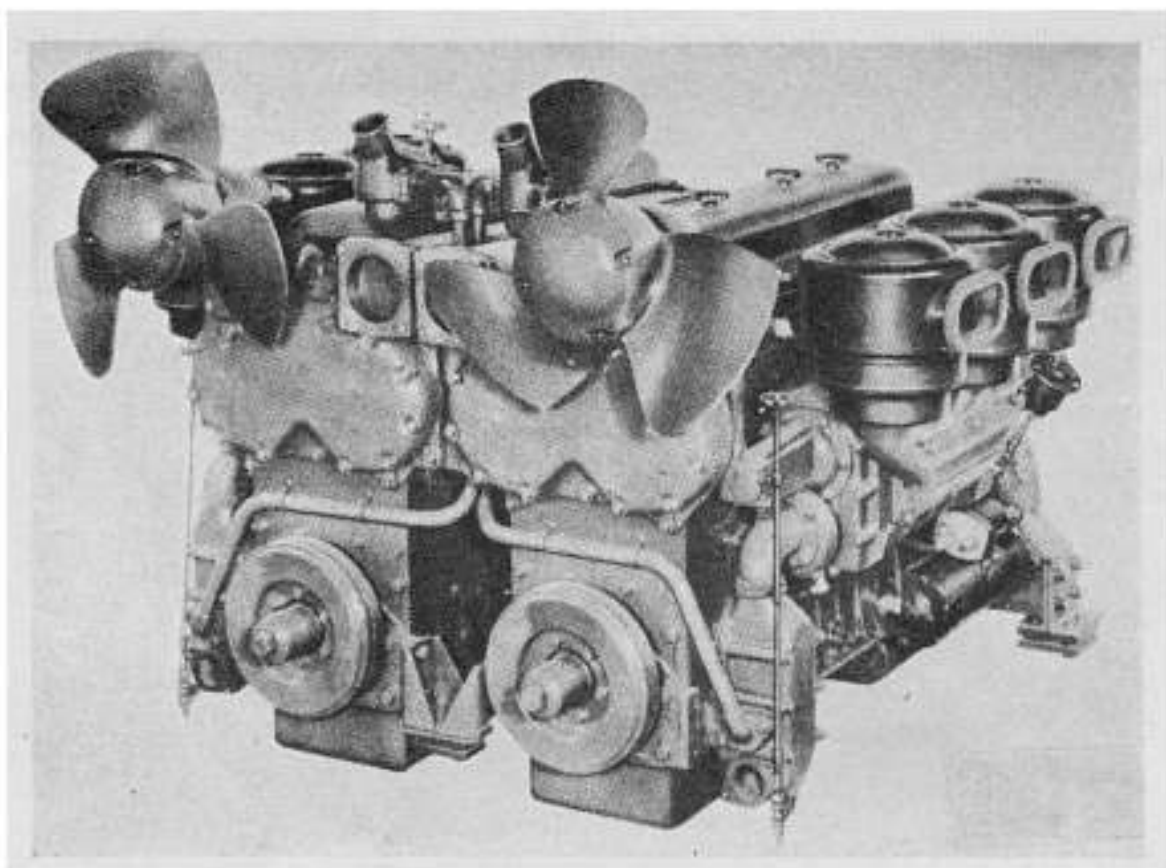

FIGURE 1. Groupe moteur, vu de trois-quarts à l'arrière.
5. **Désignation du modèle (fig. 1 à 14).**—NOTA.—Le terme "groupe moteur" s'applique aux moteurs jumelés. Séparément, les moteurs sont appelés modèle 671LA24M et modèle 671LC24M. Au cours de ce manuel, les références aux côtés gauche et droit du groupe moteur ou d'un des moteurs se comprennent comme suit: l'extrémité où se trouve le ventilateur est l'arrière du moteur et le côté gauche est celui qui se trouve le plus près du côté gauche du char. Le carter de pignons d'accouplement est l'avant; le côté droit est celui qui se trouve le plus près du côté droit du char. Ces deux moteurs tournent à droite quand on fait face à l'avant du moteur. Le moteur situé sur le côté droit du char est le moteur LA; celui du côté gauche est le moteur LC.